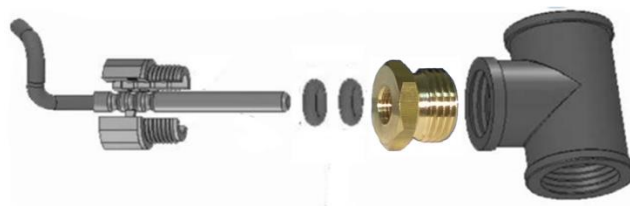

Рисунок 11 - Вариант установки термопреобразователя в тройник при помощи переходника.
- в тройник при помощи переходника (рисунок 11);